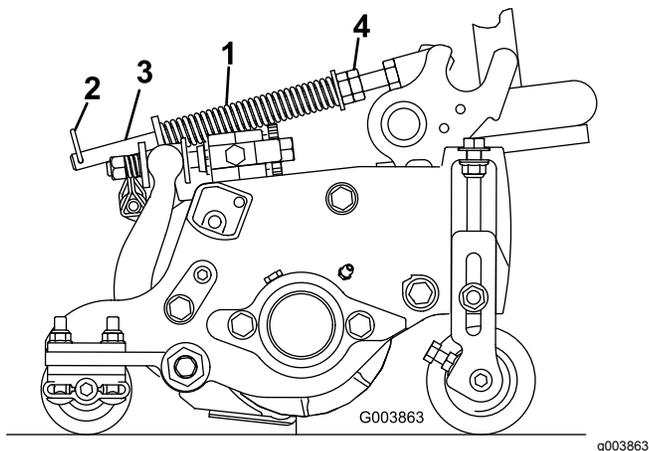

Figura 15
A mola de compensação de relva (Figura 15) transfere peso do cilindro dianteiro para o cilindro traseiro. Isto ajuda a reduzir o efeito ondulado na relva, também conhecido como ondulação ou "bobbing".
1. Certifique-se de que o contrapino do gancho está instalado no orifício traseiro na haste da mola (Figura 15).
2. Aperte as porcas sextavadas na extremidade dianteira da haste da mola até que o comprimento comprimido da mola seja de 12,7 cm nas unidades de corte Reelmaster 5410 de 12,7 cm ou de 15,9 cm nas unidades de corte Reelmaster 5510 de 17,8 cm; consulte a Figura 15.